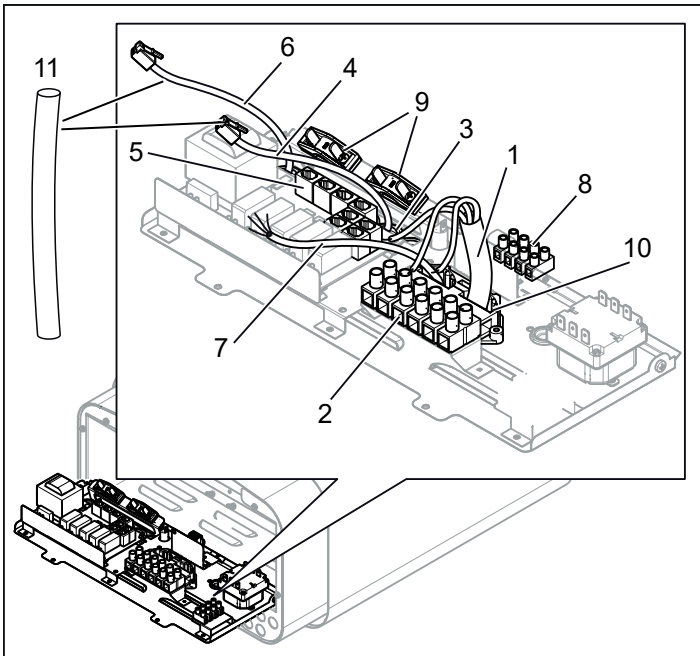
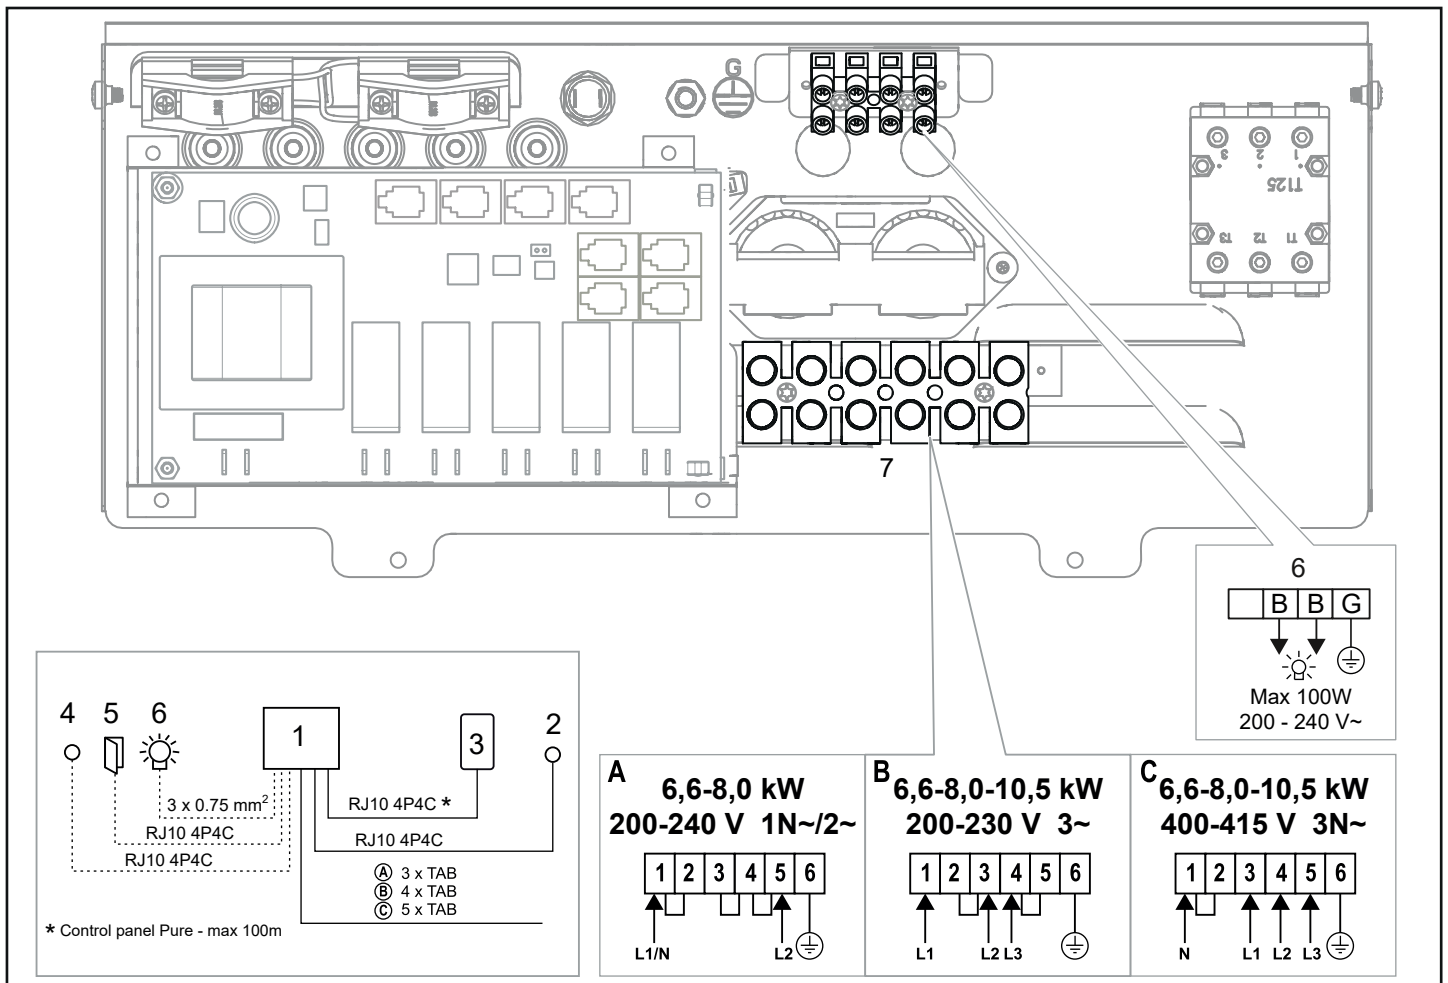
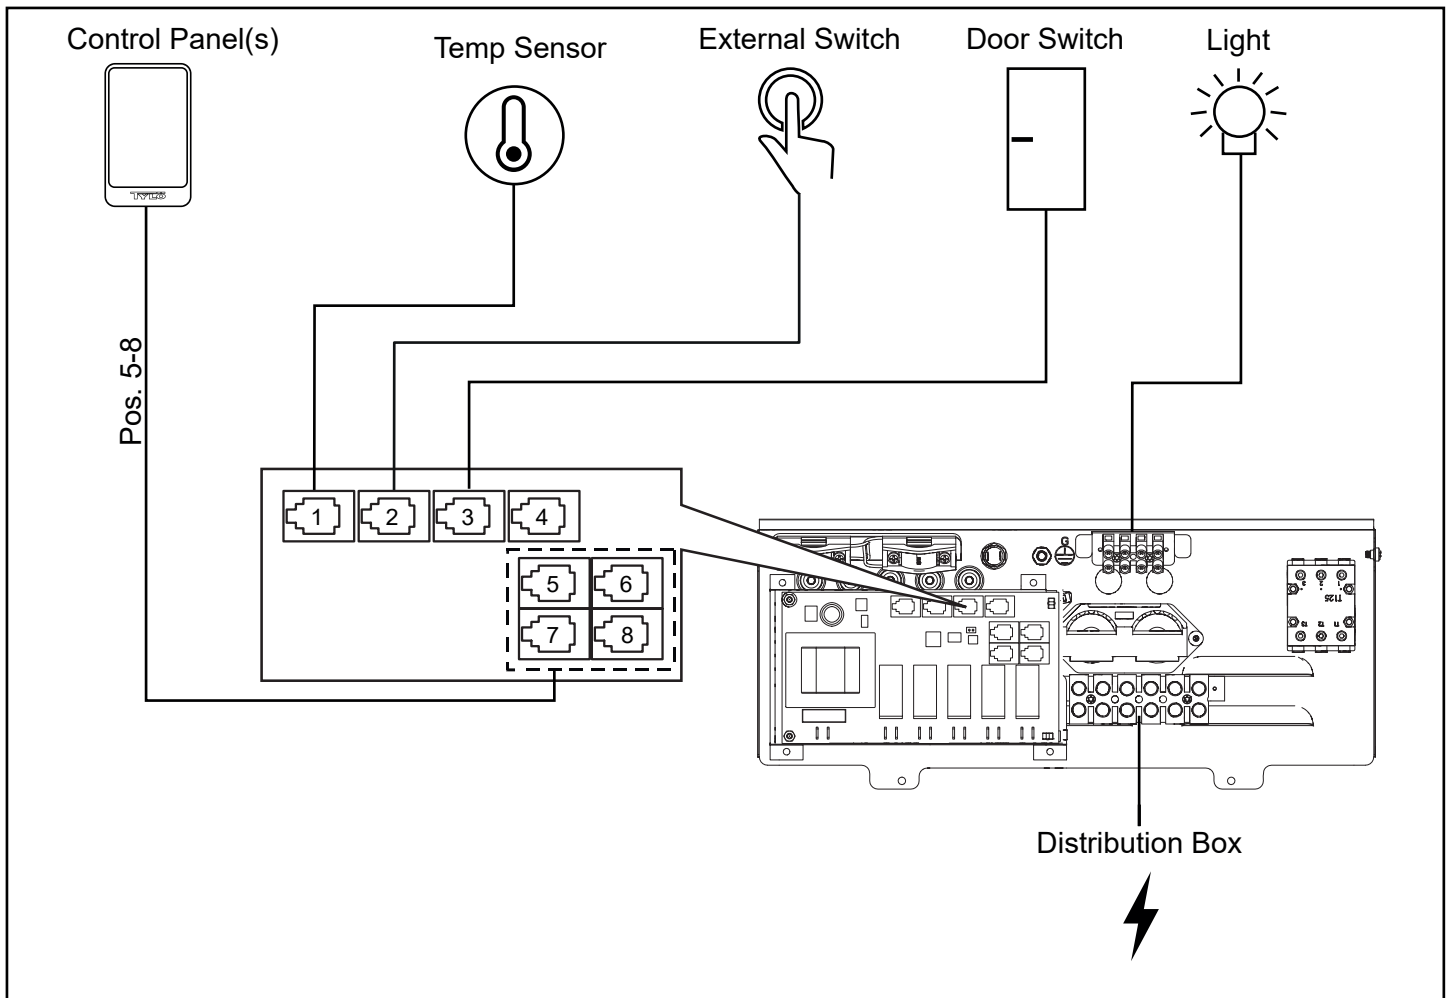

Fig. 9 : Carte électronique
Fig. 17 : Schéma de raccordement
Fig. 18. Schéma d'installation Sense Pure
3. Raccorder le câble électrique (voir la figure 9) selon schéma de raccordement (voir la figure 17).
- Acheminer les câbles du panneau de commande et du capteur de température à travers les passages de câble (voir figure 9). Raccorder le câble du panneau de commande à l'un des quatre connecteurs RS485 (positions 5 à 8) (voir figure 18).
- Raccorder le câble du capteur au contact NTC sur la carte électronique (position 1) (voir figure 18).
- Raccorder le cas échéant le câble de l'éclairage, voir la figure 9, selon le schéma de raccordement, figure 17.
Pour le raccordement à des tensions ou un nombre de phases ne figurant pas sur le schéma de raccordement, figure 17, contacter le service client Tylö.